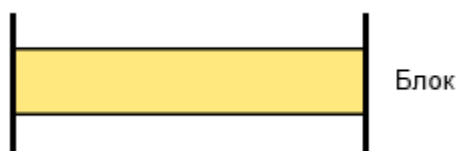

Рисунок 13.57 – Заявка на блок
- 1) Заявка на блок (Рисунок 13.57):